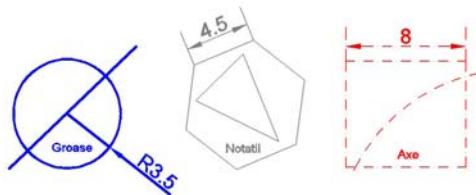

Figura 1.1.106
- în fiecare dintre cele trei ferestre vor fi afișate toate obiectele din toate **layer-ele**, aşa cum apar și în figura 1.1.106;